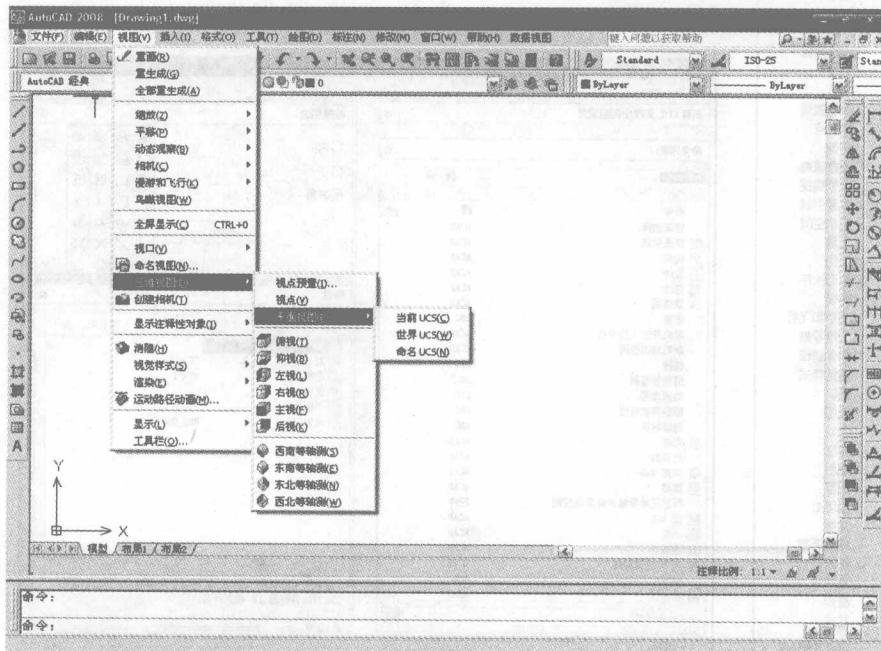

图 1-5 AutoCAD 2008 的视图菜单
① 菜单栏: 菜单栏包含文件、编辑、视图、插入、绘图、格式、工具等几乎全部的功能和命令。图 1-5 所示为 AutoCAD 2008“视图”菜单。注意命令后有三角符号, 表示该命令下还有子命令。命令后跟有“...”符号, 表示执行该命令可打开一个对话框。